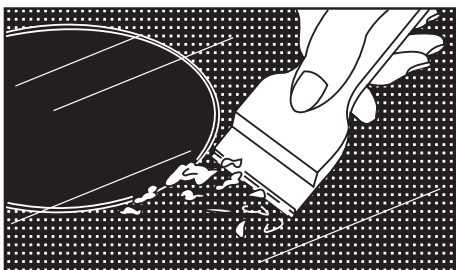

Рис. 19
- Если случайно изделие из алюминиевой фольги или пластмассы расплавится на поверхности стеклокерамического стола или к нему прикипит сахар – их следует немедленно удалить с помощью скребка, входящего в комплект плиты (рис. 19).